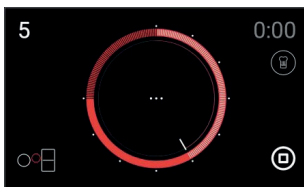
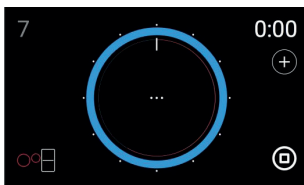

fig. 5
fig. 6
- 1 Vælg den zone der ønskes ved at trykke på ethvert punkt i den. Zonens omkreds lyser rødt. Efter valg af zone, skiftes automatisk til skærmen "valg af styrke" (fig. 5).
- 2 Før en finger over effektringen eller berør ethvert punkt i ringen for valg af effekt mellem "0" og "9", eller funktionen "Effekt" (sidste kvart af effektringen). Efter valg af effekt, vises den øverst til venstre på skærmen (fig. 5).
Fra skærmen "effektvalg" (fig. 5), føres en finger over effektringen til niveau "0" eller der trykkes på ikonet for slukning af zonen for at afbryde den (2).
- 1 Berør ikonet 0:00 (fig. 5). Effektringen skifter farve til blå og angiver at funktionen er disponibel. Inde i ringen, vises automatisk en tynd rød cirkel, der angiver den valgte effekt (fig. 6).
Hvis man ønsker at vende tilbage til konfiguration af effekten, trykkes på det angivende niveau, øverst til venstre på skærmen (fig. 6).
- 2 Tryk på ikonet 0:00 (fig. 5), og herefter føres fingeren over tidsringen for at ændre den programmerede tid.
- 2 Tryk på ikonet 0:00 (fig. 5), og herefter føres fingeren over tidsringen for at ændre den programmerede tid til 0:00. Uret stoppes.
På skærmen "effektvalg" (fig. 5), findes et ikon iCooking (☺), der giver adgang til specialfunktioner (fig. 8) der hjælper brugeren af komfuret.